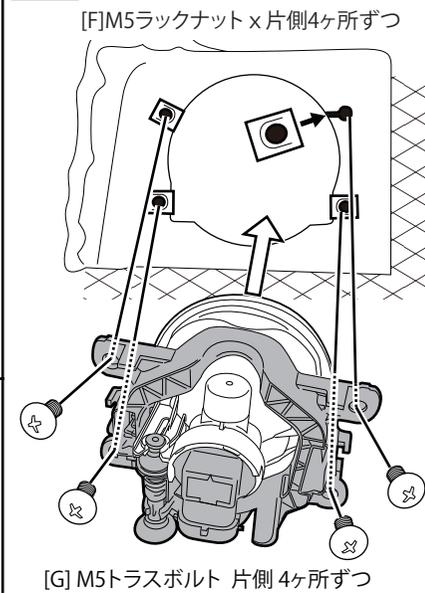

図4 フロントフェンダ・ライニング及びバンパーのクリップナット取付
- ⑥ 図4を参考にフロントフェンダのライニング及びバンパーに[I]M6クリップナットを差し込みます。